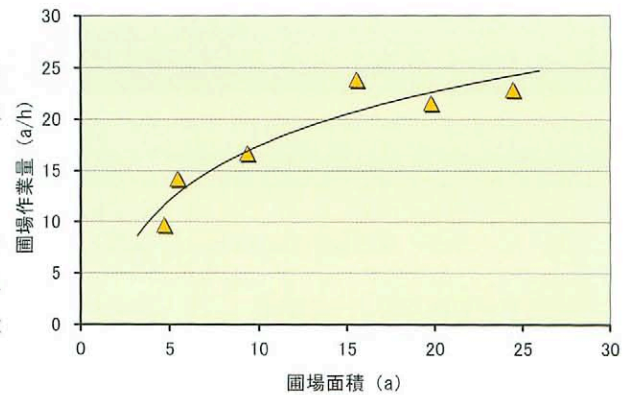

図3 飼料用稲収穫時のほ場作業量測定例
- ・乾物収量1.1~1.4t/10aの時のほ場作業量の測定例を図3に示します。人がやっと歩ける程度のぬかるみでも作業が可能ですが、ほ場が硬い時よりもほ場作業量は低下します。